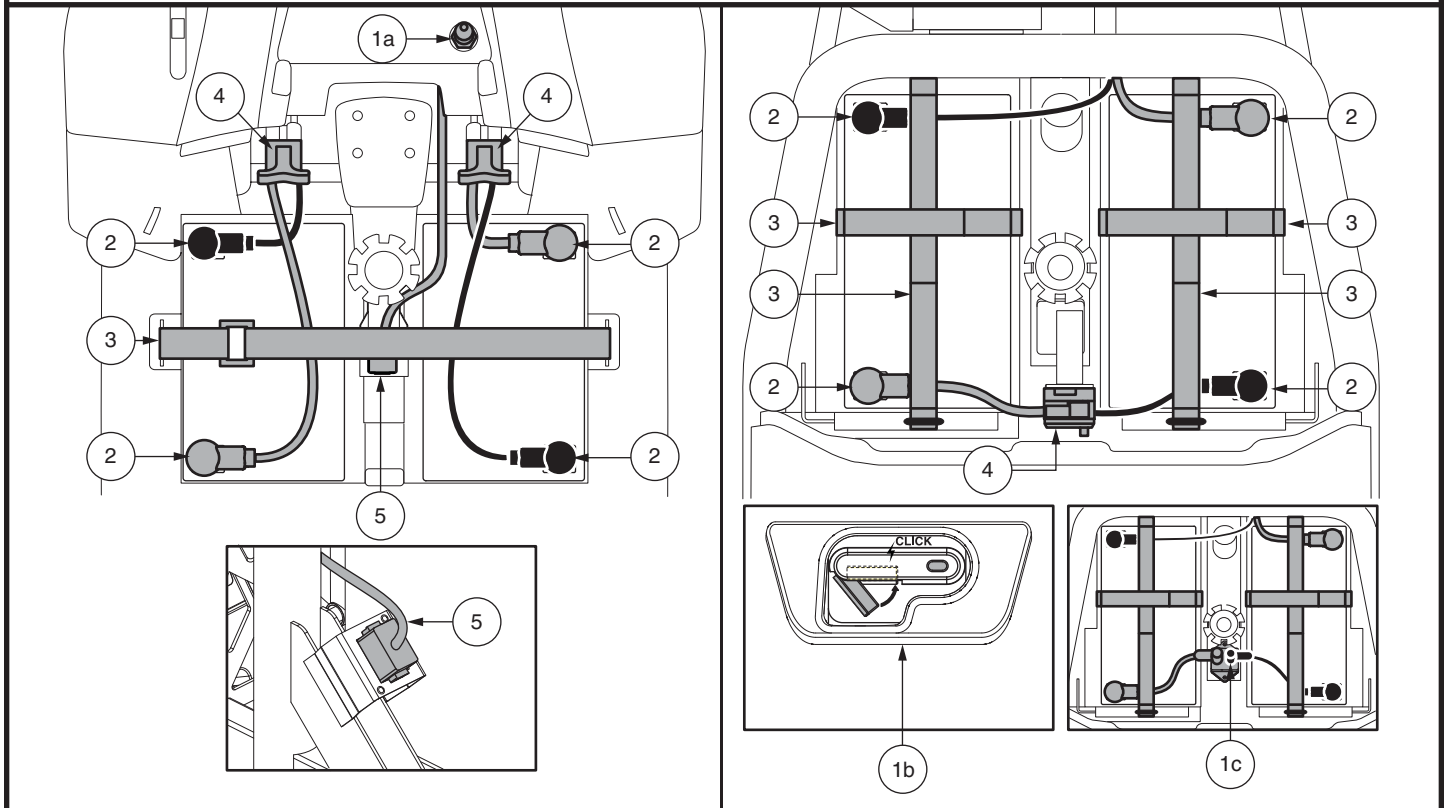

Figura 14. Rimozione della batteria/ installazione di terminali e connessioni
3. Per tutti i modelli **ECCEP**TO i mod 614 e 714, scollegare le connessioni telaio anteriore-posteriore. Staccare entrambi i connettori della batteria tirandoli fuori dalla morsettiera. **Vedere figura 14.**
6. Posizionare la batteria nuova nell'alloggiamento corrispondente. Orientare i poli di ciascuna batteria in direzione opposta al sellino con il polo positivo (+) e negativo (-) posizionati come illustrato nella **figura 14**.